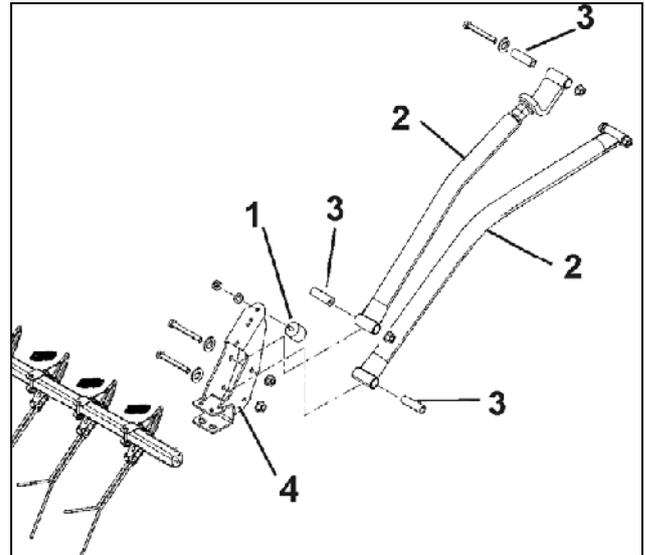

Fig. 36
- Vissez la butée métallo-caoutchouc (Fig. 36/7).
- Brochez les tirants tubulaires (Fig. 36/2) par des axes (Fig. 36/3) sur les fixations (Fig. 36/4) du recouvreur FlexiDoigts et goupillez en sécurité avec les goupilles (Fig. 36/5).
- Brochez les tirants tubulaires (Fig. 36/2) par des axes (Fig. 36/6) sur les logements (Fig. 36/1) et goupillez en sécurité avec les goupilles agricoles (Fig. 36/8)..